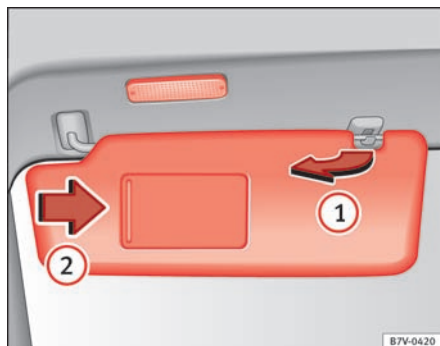

Fig. 64 Solskærm
- Mulighed for at trække solskærmen ud af holderen og dreje den i retning mod døren ⇒ Fig. 64 ①